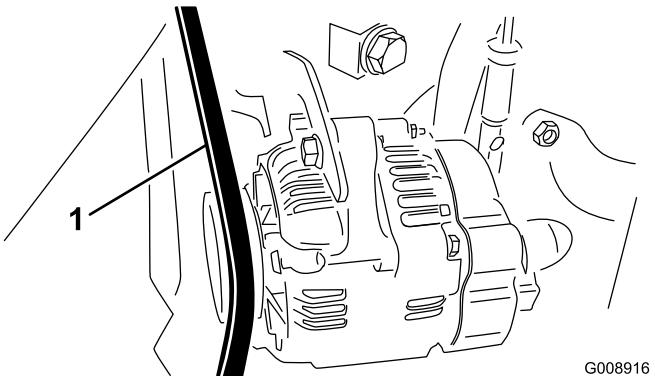

Figura 66
2. Verificate la tensione premendo sulla cinghia dell'alternatore/ventola, nel punto intermedio tra l'alternatore e le puleggi dell'albero a gomito con una forza di 30 Nm (Figura 66).